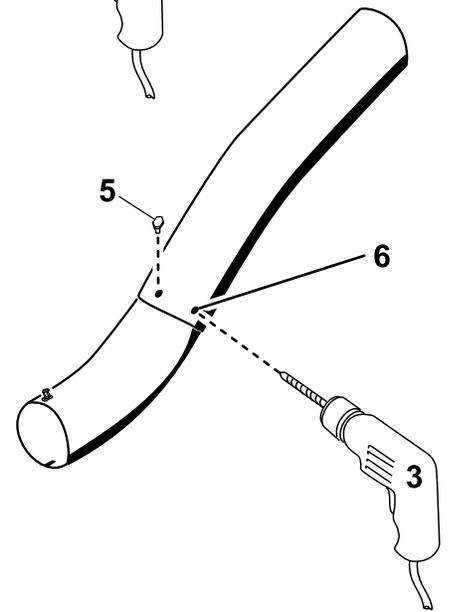

**Figure 31**
- Tirez légèrement le tube supérieur de sorte que le joint dépasse vers l'extérieur et par-dessus le tube inférieur (Figure 31).
18. Tirez légèrement le tube supérieur de sorte que le joint dépasse vers l'extérieur et par-dessus le ventilateur (Figure 31).